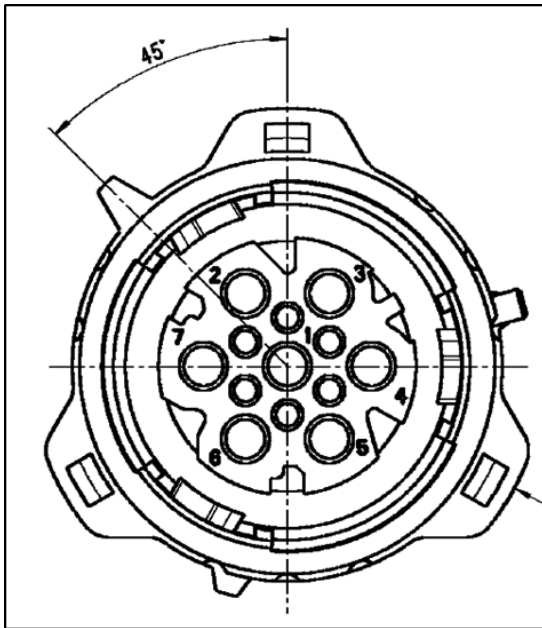

Fig. 1 : Point de couplage TDSK3 (fiche ronde) - Bornage des broches
- TDSK3 - Fiche ronde (voir fig. 1) :